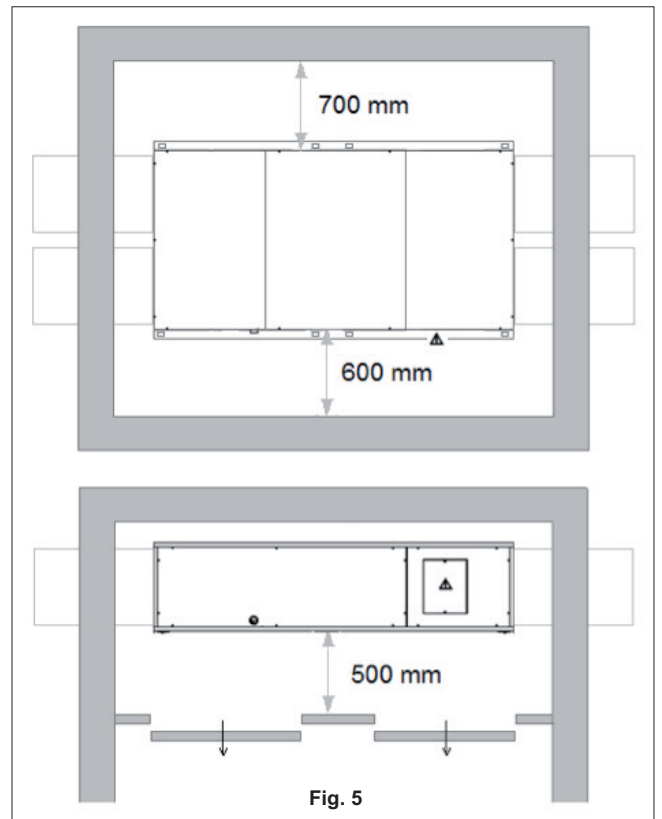

Fig. 5
- Laisser les dégagements nécessaires comme indiqué dans les **figures 5 et 6** suivantes. Ceux-ci sont nécessaires pour garantir l'accès à la machine et permettre les opérations d'entretien en toute sécurité.